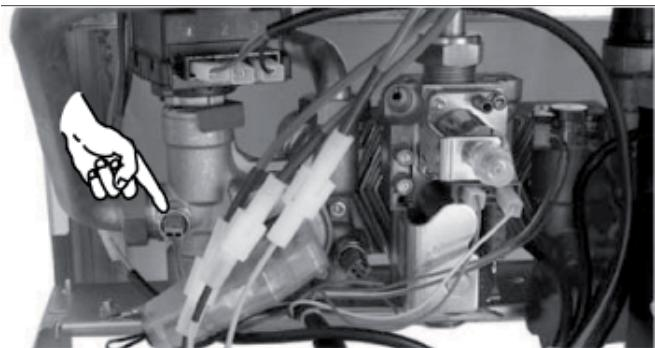

рисунок 8.1
- Электрически отсоединить пробник температуры отопления NTC (например рисунок 8.1)
- Электрически подсоединить пробник температуры отопления NTC (например рисунок 8.1).